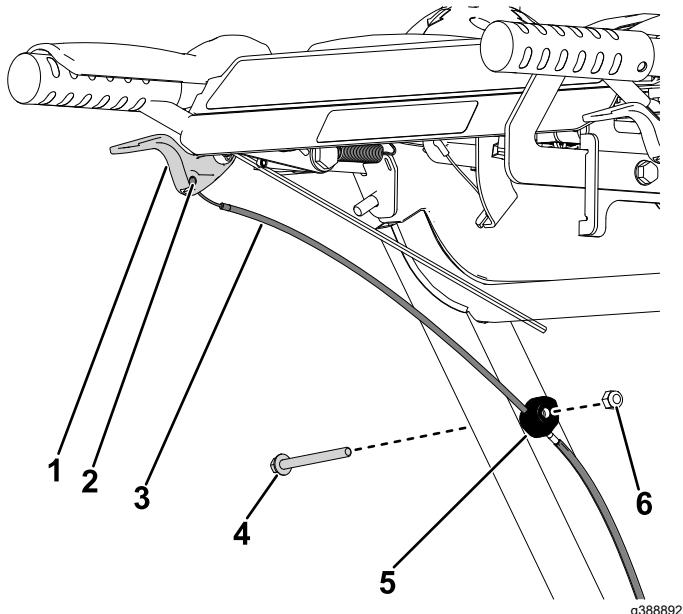

Figure 25
- Sur le côté gauche de la machine, accrochez le câble d'embrayage au levier d'embrayage (Figure 25). Répétez la procédure du côté droit.
- Sur le côté gauche de la machine, montez le collier de câble sur le tube inférieur du guidon et fixez-le en place avec le boulon ($\frac{1}{4}$ " x $2\frac{3}{4}$ ") et l'écrou ($\frac{1}{4}$ ") (Figure 25). Répétez la procédure du côté droit.